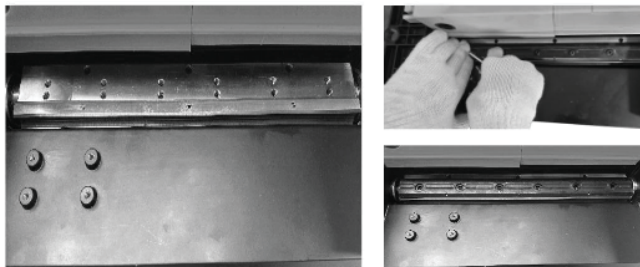

Рис. 3
4. С помощью шестигранного ключа, вращением против часовой стрелки, ослабьте болты на пластине строгального станка (Рис. 3).